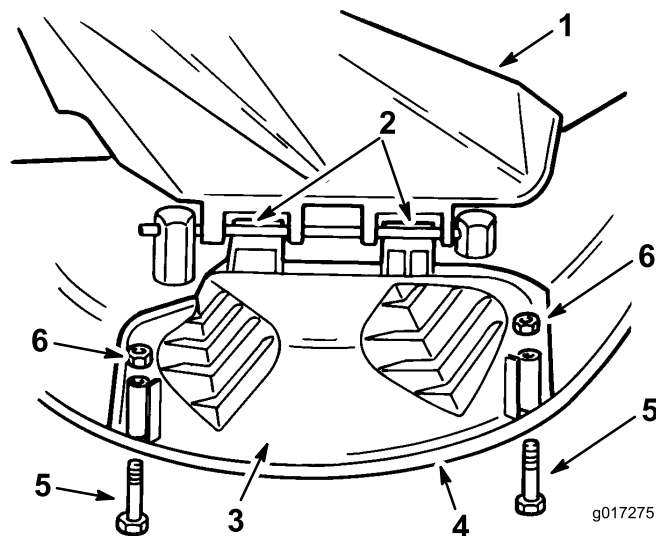

Figura 4
1. Sollevate il deflettore d'erba e fate scorrere le linguette sopra il coperchio dello scarico sotto l'asta di ritenuta del deflettore d'erba. Ruotate il coperchio dello scarico verso il basso sull'apertura e sul bordo inferiore del tosaerba (Figura 4).
2. Fissate il coperchio dello scarico sul bordo inferiore del tosaerba con 2 bulloni (1/4 x 2-3/2 poll) e 2 dadi & Nut1_4 (Figura 4).